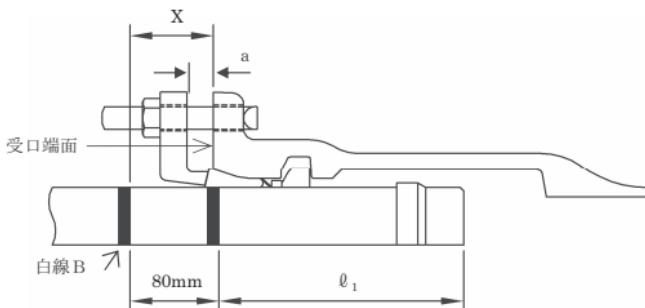

図 22 受口端面と押輪間隔および受口端面と白線間隔の計測
(1) ボルト・ナットの均等締め付けの確認
①図22に示すように押輪と受口端面の間隔 a を4箇所測定し、最大値 - 最小値の差が5 mm以内であることを確認する。
②同一円周上①の最大値と最小値の差が5 mmを超える場